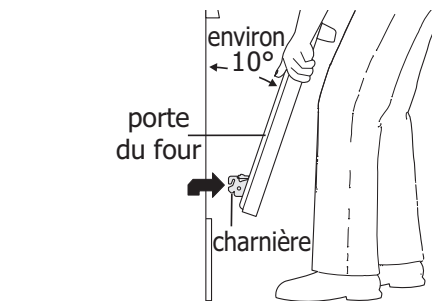
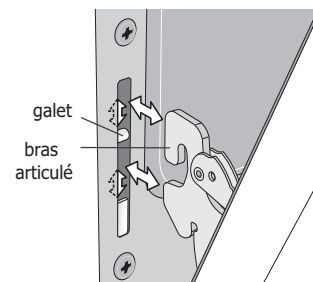

Figure 30 : Soutien de la porte pour la dépose
Figure 31 : Repos du bras articulé et du galet
3. Saisir fermement les deux côtés de la porte du four. Ne pas la soulever par la poignée (voir Figure 30).
4. Ouvrir la porte à un angle d'environ 10 degrés du cadre de porte (voir Figure 30).
5. Soulever les bras articulés hors des galets situés de part et d'autre du cadre de four (voir Figure 31).
1. Saisir fermement les deux côtés de la porte du four. Ne pas la soulever par la poignée (voir Figure 30).
2. Tout en tenant la porte au même angle que pour la dépose, asseoir le crochet du bras articulé sur les galets situés de part et d'autre du cadre de four (voir Figure 30 et Figure 31). Le crochet du bras articulé doit s'asseoir fermement sur les galets.